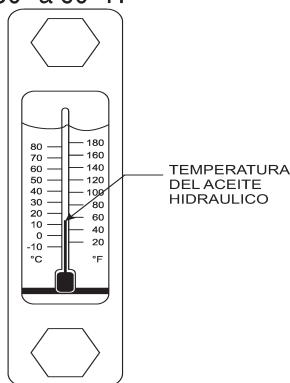

Figura 29. Medidor de la temperatura del aceite hidráulico
4. Permita el ciclo de la bomba hasta que la temperatura del aceite hidráulico (Figura 29) sea de aproximadamente 50° a 60° F.